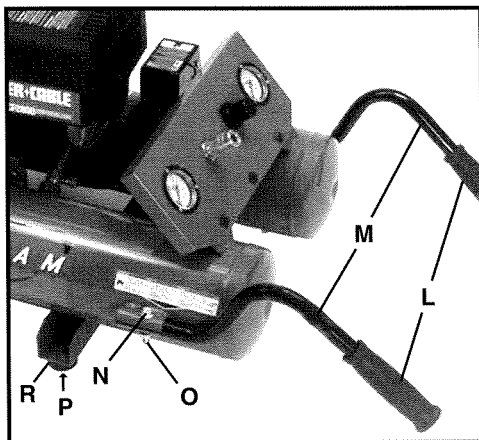

Fig. 6
1. Poussez les poignées en caoutchouc (L) sur les tubes de poignée (M). Enfoncez fermement. Un mouvement de rotation facilite l'assemblage.
2. Placez un sous-ensemble de poignée dans la bride sur le côté gauche du sous-ensemble de réservoir, comme indiqué à la Fig. 6. Mettez le trou de la poignée en face de celui de la bride. Insérez un boulon dans le trou (de la bride et de la poignée). Vissez un écrou sur le boulon. À l'aide de deux clés de $\frac{1}{2}$ po (non fournies), serrez bien l'écrou.
- C. Visser un des boulons de $\frac{1}{4}$ po $-20 \times \frac{3}{4}$ po (P) du paquet de pièces, et le serrer fermement à l'aide d'une clé à douille de $\frac{3}{8}$ po (non fournie).